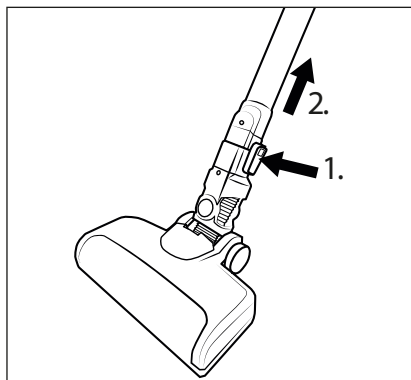

Fig. 12
- ◆ Pentru a îndepărta peria pentru podea **22** din aspirator **24**, țineți apăsată tasta de deblocare a periei pentru podea **23** și trageți țeava de aspirare **24** din peria pentru podea **22** (a se vedea fig. 12).